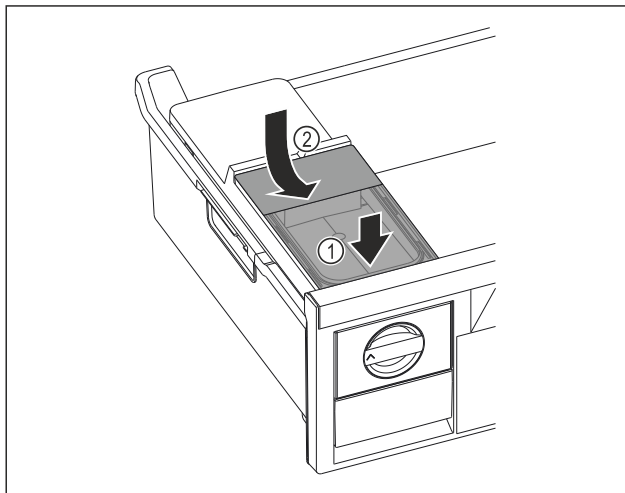

Fig. 125
- Aseta vesisäiliö edestä. Fig. 125 (1)
- Laske vesisäiliö taakse alas. Fig. 125 (2)